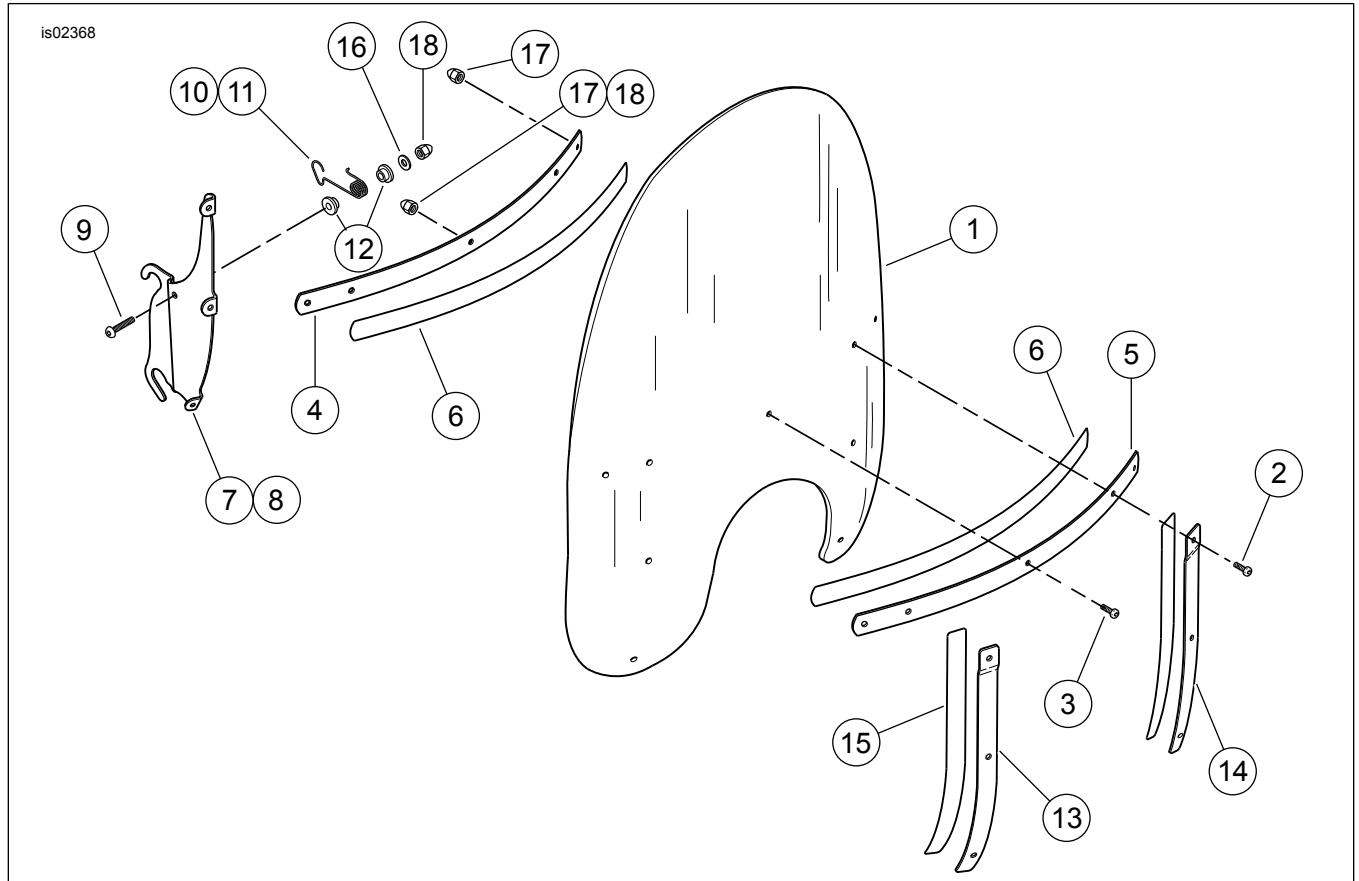
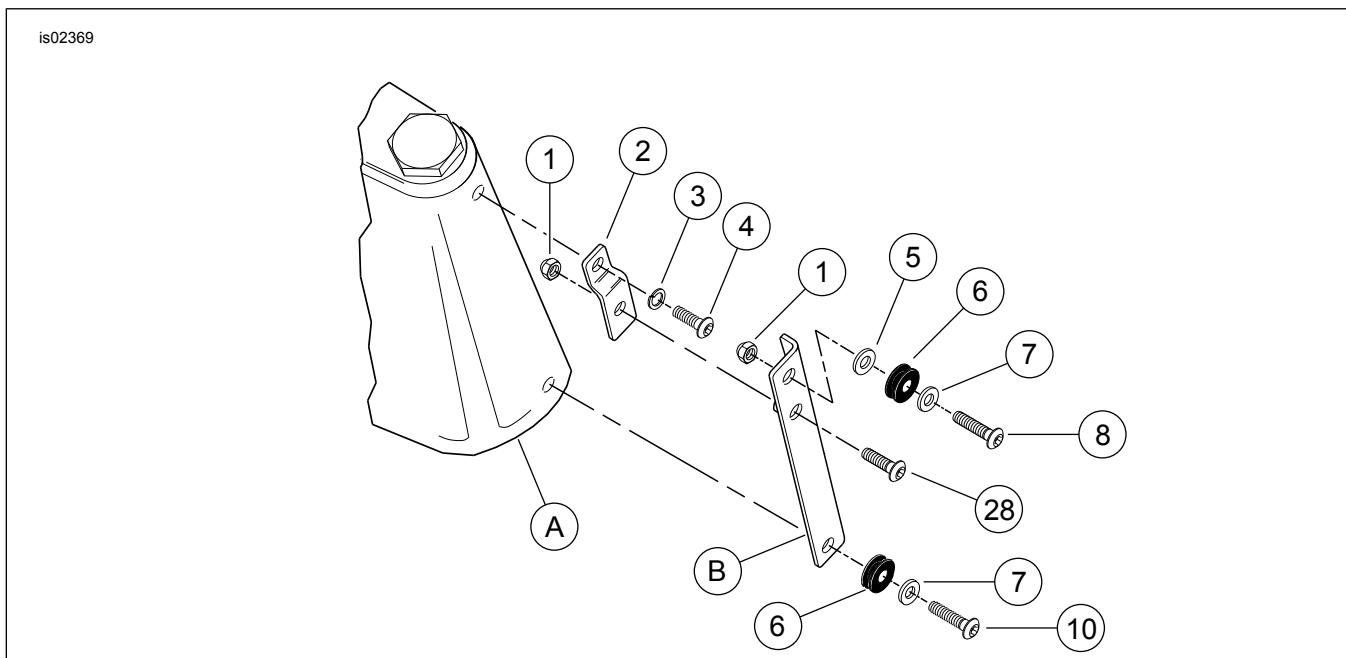

Abbildung 1. Ersatzteile: Windschutzscheibensätze
Abbildung 2. Ersatzteile: Befestigungsteilesatz für Windschutzscheibe
Siehe Abbildung 1 und Tabelle 2, Abbildung 2 und Tabelle 3.
2. Siehe Abbildung 2. Halten Sie die unteren Schrauben der Nebelscheinwerfer-/Überholleuchtenhalterung (10) in Position. Drehen Sie die Oberseiten der linken und rechten Halterungen in Richtung der Rückseite des Motorrads.
3. Eine 3/4 Zoll lange Schraube (9) aus dem Satz in die Schweißmutter an der Nebelscheinwerfer-/Überholleuchtenhalterung eindrehen und auf ein Drehmoment von 10,8 N·m (8 ft·lb) anziehen. Legen Sie die breitere Seite einer Befestigungshalterung (2) auf die Schraubengewinde. Eine Sicherungsmutter (1) auf das Schraubengewinde aufsetzen. Die Sicherungsmutter auf 10,8 N·m (8 ft·lb) anziehen.
6. Platzieren Sie eine Sicherungsscheibe (3) auf eine 1/2 Zoll lange Schraube (4) aus dem Satz. Die Schraube durch die Befestigungshalterung (21) und die dekorative Gabelschutzabdeckung in die Gabelbrücke einsetzen. Ziehen Sie die Schraube mit einem in die obere Öffnung der Nebelscheinwerfer-/Überholleuchtenhalterung eingesetzten Inbusschlüssel an. Festziehen.